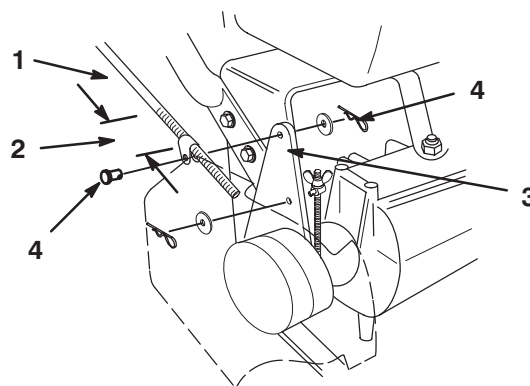

Figure 7
1. Vissez les raccords à intervalles réguliers sur chaque tige de commande. Pour commencer, vissez les raccords sur environ 1-3/4 pouce (44 mm) depuis le début du filetage (Fig. 7).
2. Enfilez les axes de chapes dans les raccords et les trous de montage des pattes de la poulie de tension (en passant par l'extérieur) (Fig. 7). Fixez-les en place avec les rondelles et les goupilles fendues (Fig. 7).